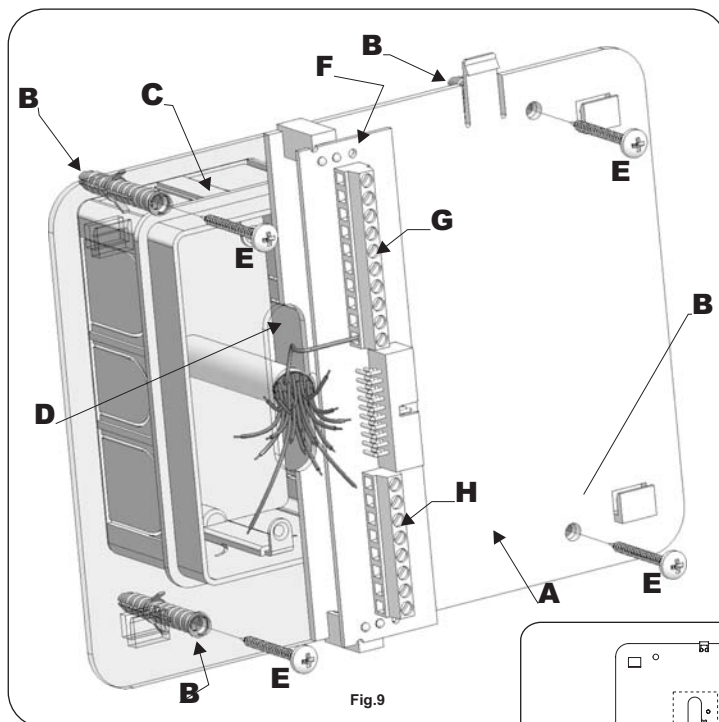
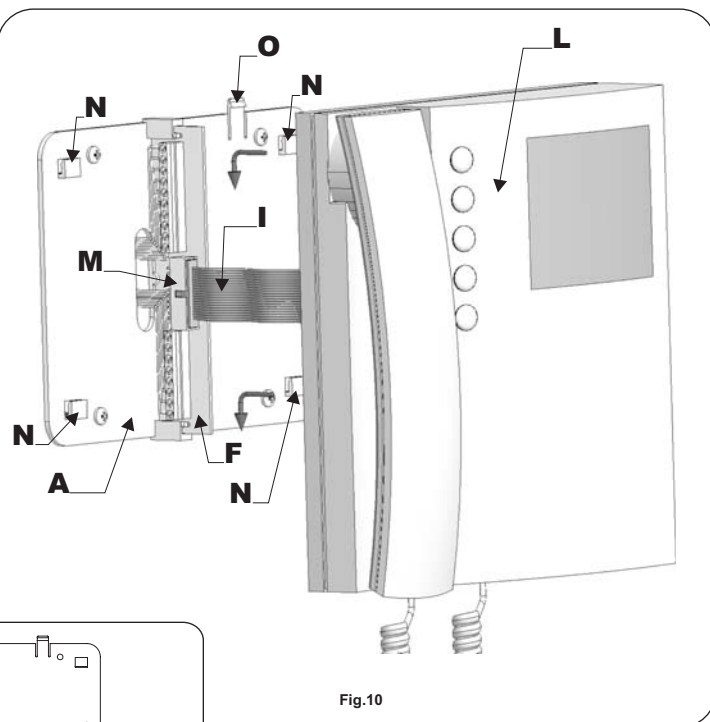

Fig.9
Fig.10
- Appoggiare al muro la piastra di fissaggio **A** come indicato in **fig.11** (135cm da terra); prendere i riferimenti dei quattro fori per l'inserimento dei 4 tasselli ad espansione **B** (**fig.9**) e, nel caso si impieghi, prendere il riferimento per la scatola da incasso **C** (**fig.9**), che dovrà essere murata in posizione centrale rispetto all'apertura **D**, al fine di agevolare il passaggio dei fili come mostrato in **fig.9**.
- Murare (se impiegata) la scatola da incasso(1) **C**, eseguire i 4 fori ed inserire i tasselli ad espansione **B**. Passare i cavi nell'apertura **D** e fissare la piastra **A** con le 4 viti **E** (**fig.9**), utilizzando un cacciavite a croce.
- Appoggiare la scheda di connessione **F** sulla piastra **A** come mostrato in **fig.9**; inserire(2) i fili (che devono essere più corti possibile) nelle morsettiere **G** ed **H** e serrare con un cacciavite a taglio.
- Fissati i fili, sfilare la scheda di connessione **F** (**fig.9**), ruotarla di 90° in senso antiorario ed infilarla nella propria sede come mostrato in **fig.10**.
- Avvicinare, come da **fig.10**, il videocitofono **L** alla piastra **A** per agevolare la connessione del flat **I**.
- Come mostrato in **fig.10** inserire il connettore del flat **I**, che fuoriesce dalla parte posteriore del videocitofono, nel connettore **M** della scheda di connessione **F**.
- Facendo corrispondere le 4 fessure presenti sulla base del videocitofono **L** con i 4 incastri **N** della piastra **A**, appoggiare il video sulla piastra e spingerlo verso il basso fino allo scatto, compiendo un movimento come mostrato dalle frecce in **fig.10**.
- Place the mounting plate **A** against the wall as shown in **fig.11** (135cm from floor level); and mark the fixing holes for the four wall plugs **B** (**fig.9**) and for the back box **C** if used (**fig.9**) which must be flushed into the wall in line with the opening **D** as shown in **fig.9**.
- Once the back box(1) **C** is flushed into the wall (if used), drill the four fixing holes and insert the wall plugs **B**. Thread the cables through the opening **D** and fix the mounting plate **A** to the wall with the 4 screws **E** (**fig.9**), using a Philips screwdriver.
- Fit the PCB **F** against the mounting plate **A** as shown in **fig.9**; insert the wires(2) (As short as possible) into terminals **G-H**. Secure them using a terminal screwdriver.
- Unclick the PCB **F** (**fig.9**), rotate it 90° anticlockwise and fit it into its housing as shown in **fig.10**.
- As shown in **fig.10**, move the videophone **L** close to the mounting plate **A** so that the ribbon cable will reach the connector **I**.
- As shown in **fig.10**, connect the female plug on the ribbon cable **I** coming from the videophone to the male plug connector **M** on the PCB **F**.
- Place the videophone **L** against the 4 hooks **N** on the mounting plate **A** and push down: the videophone will automatically lock into place using clasp **O** as shown in **fig.10**.